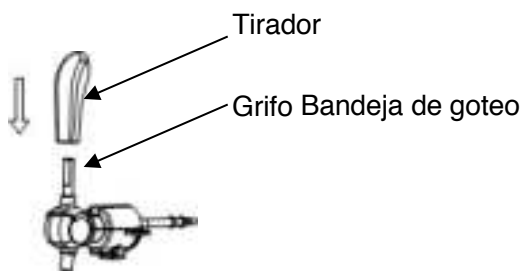

Figura 3
2. Acople el tirador del grifo al conector del grifo, asegúrese de que ambos extremos encajen a la perfección (como se muestra en la Figura 3).